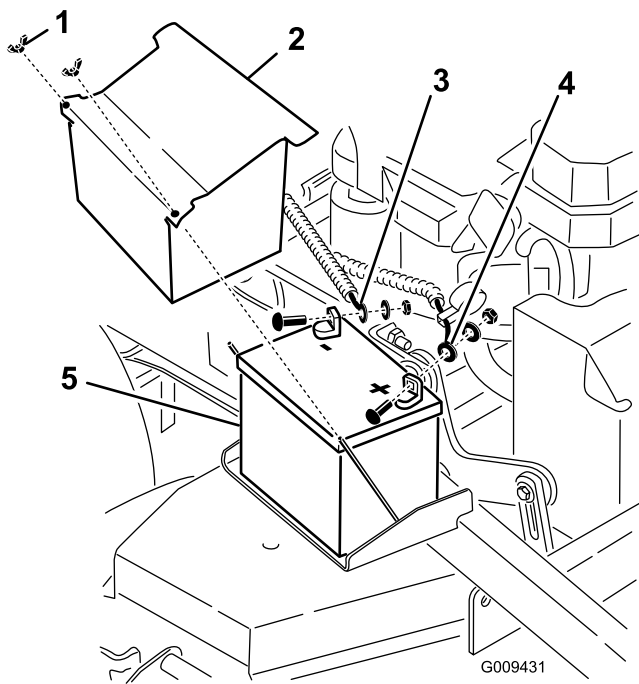

Figura 51
3. Togliete il cappuccio di gomma nero dal cavo negativo. Scollegate il cavo negativo della batteria dal morsetto negativo (-) della batteria (Figura 51).
4. Sfilate la guaina rossa del morsetto dal morsetto positivo (rosso) della batteria. Togliete quindi il cavo positivo (rosso) della batteria (Figura 51).
5. Togliete il dispositivo di fissaggio della batteria (Figura 51) e rimuovete la batteria.
1. Montate la batteria sulla macchina (Figura 51).
3. Montate innanzi tutto il cavo positivo (rosso) della batteria sul morsetto positivo (+) della batteria con un dado, una rondella e un bullone (Figura 51). Infilate il cappuccio di gomma sul polo.
4. Montate quindi il cavo negativo della batteria ed il filo di messa a terra sul morsetto negativo (-) della batteria con un dado, una rondella e un bullone (Figura 51). Infilate il cappuccio di gomma sul polo.